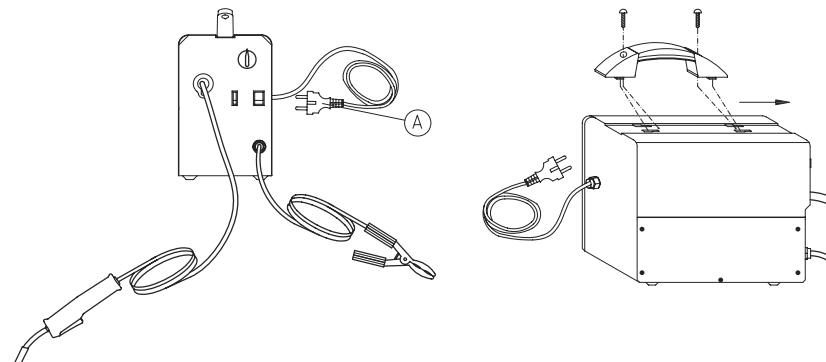

FIG.1
Collegare il cavo di alimentazione (fig.1, A) a una presa idonea, monofase da 230 V (protetta con fusibile).
1. Per l'assemblaggio dell'impugnatura di plastica seguire le istruzioni in Fig.1.